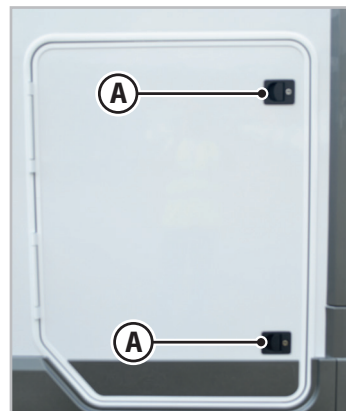

Fig.5.3 - Serrures du compartiment garage
- Avant de prendre la route, vérifier que le compartiment garage est fermé en verrouillant toutes les serrures (A - Fig.5.3) présentes. Une simple pression sur la porte n'assure pas son verrouillage.
Le compartiment garage est muni d'une ou de deux serrures (A - Fig. 5.3).